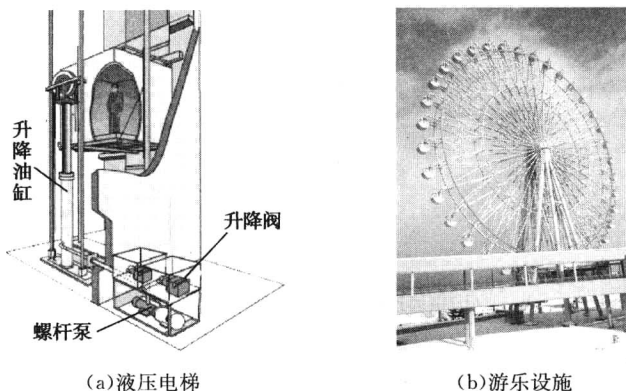

图 1-10
(11)用于日常生活(图 1-10)。如液压电梯、大型游乐场的液压游乐设施等,使人们的生活更加舒适、更加丰富多彩。